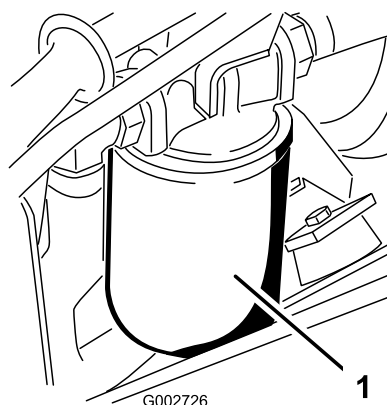

Рисунок 42
3. Поместите сливной поддон под гидравлический фильтр, расположенный с левой стороны машины (Рисунок 42).